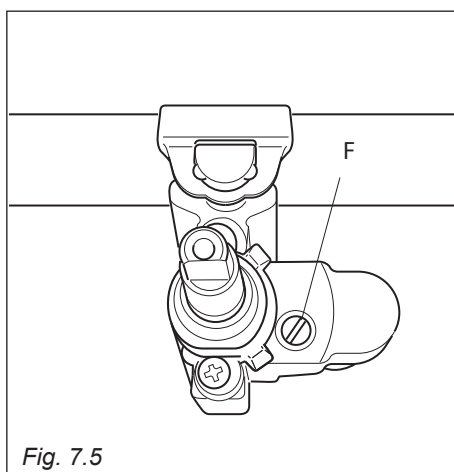

Fig. 7.5
- Sfilare la manopola del rubinetto e con un cacciavite a taglio agire sulla vite "F" (fig. 7.5) fino ad ottenere la fiamma desiderata.